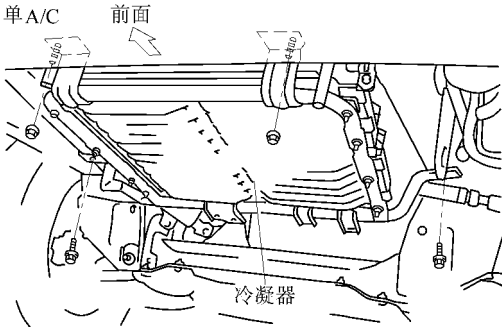

图 19-34 拆下冷凝器
- (4) 从冷凝器风扇电动机脱开接插件。
- (5) 拆下冷凝器，如图 19-34 所示。